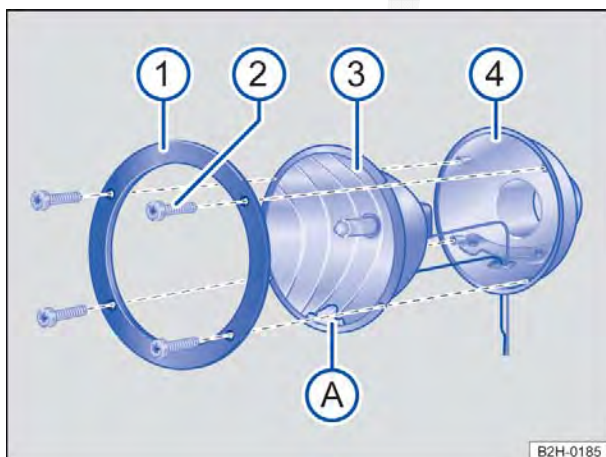
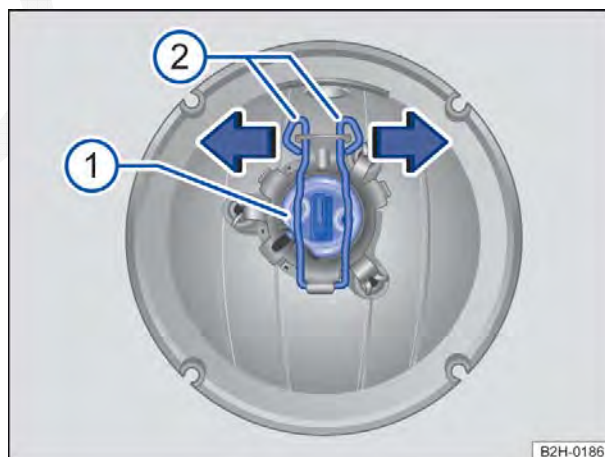

Fig. 179 Iluminação adicional no teto do veículo: desinstalar o vidro da lâmpada.
Fig. 180 Iluminação adicional no teto do veículo: trocar a lâmpada incandescente.
2. Soltar os parafusos ⇒ Fig. 179 ② com a chave das ferramentas de bordo.
3. Retirar o anel de suporte ① da carcaça do refletor ③.
4. Retirar a carcaça do refletor ③ com cuidado da carcaça do farol ④.
6. Pressionar as travas ⇒ Fig. 180 ② para baixo e desprender no sentido da seta.
7. Retirar o suporte da lâmpada ① da carcaça do refletor.
10. Pressionar as travas ② para baixo e prender no sentido contrário da seta.
12. Colocar a carcaça do refletor ⇒ Fig. 179 ③ na carcaça do farol ④. A marca ① deve apontar para baixo ⇒ ①.
13. Colocar o anel de suporte ① na carcaça do refletor.
14. Apertar os parafusos ② com a chave.